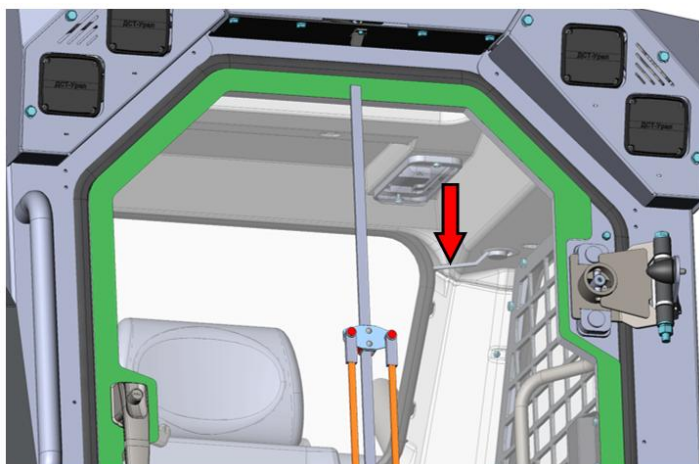

Рисунок 3.93. Аварийное опускание стрелы
- ▶ Открыть кран по часовой стрелке. Кран расположен слева над головой оператора за сиденьем (см. рис. 3.93 показано стрелкой).